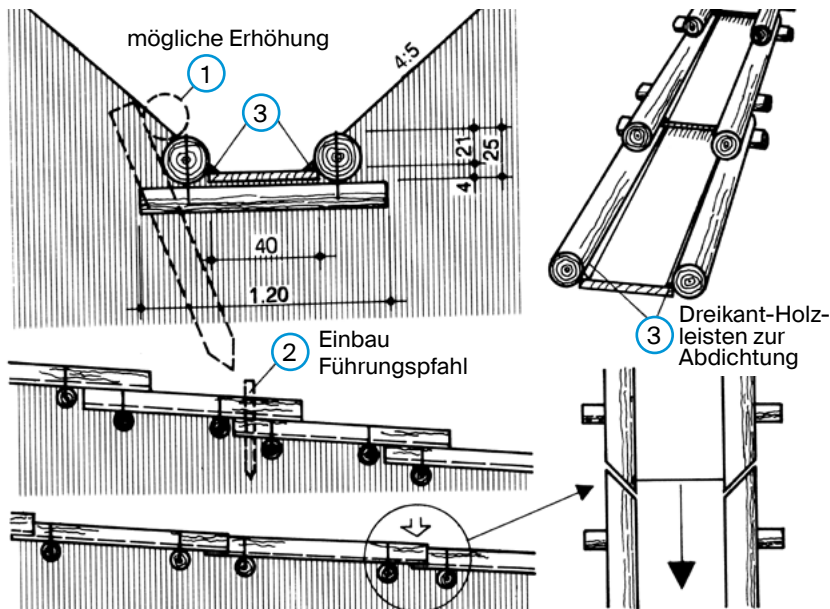

Abb. 51: Rundholz-Rechteckkännel (ASTRA)
- Kännel alle 2m durch Pfähle / Querhölzer im Erdreich einbinden (Abb. 51: Rundholz-Rechteckkännel)